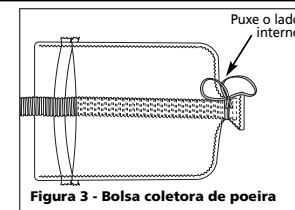

Figura 3 - Bolsa coletora de poeira
- b. Deslize a bolsa coletora sobre a mangueira do vácuo como mostrado na Figura 3. Enrole o laço duas vezes em torno da entrada da bolsa e segure-a firmemente.